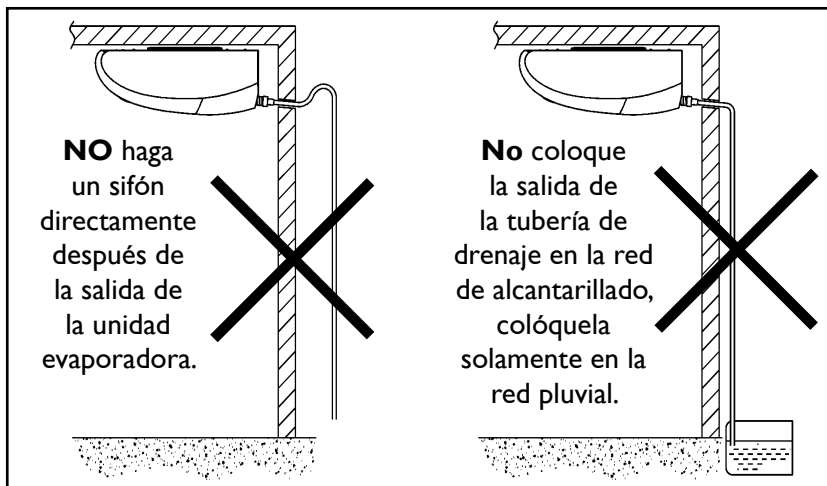

FIGURA 18 - SITUACIONES DE DRENADO INEFICAZ.
- b) La unidad drena por gravedad. La tubería de drenado, por tanto debe tener un declive. Evite las situaciones indicadas en la figura 18).